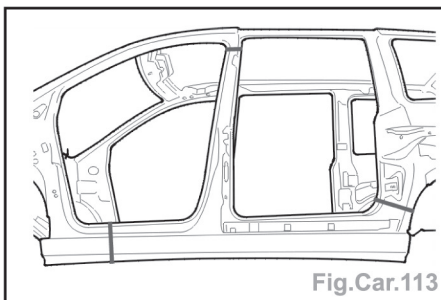

Fig.Car.113
- Tracer les coupes définitives (Fig.Car.113).